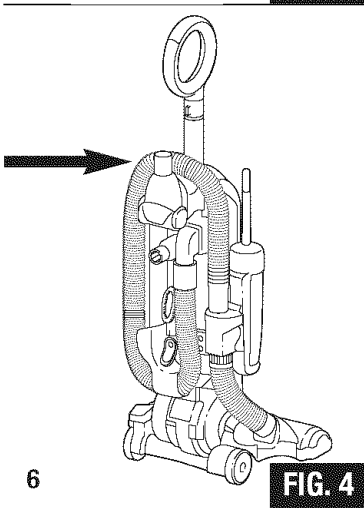

FIG. 4
- Step 6:** Place the hose on the back of the vacuum, wrapping it up and over the hose hook as shown (FIG. 4).
**Étape 6 :** Insérez le tuyau à l'arrière de l'aspirateur, en le posant sur le crochet du tuyau comme indiqué sur le dessin (FIG. 4).
**Paso 6:** Coloque la manguera en la parte trasera de la aspiradora, envolviéndola por arriba y sobre el gancho de la manguera como lo muestra la ilustración (FIG. 4).